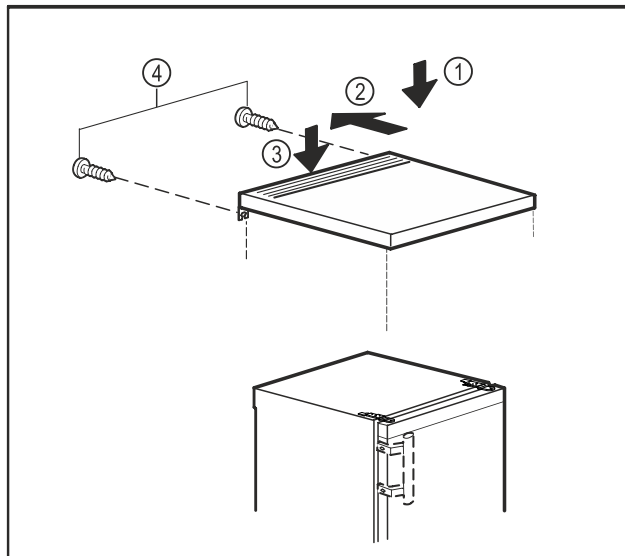

Fig. 11
- Ułożyć płytę stołu na urządzeniu. Fig. 11 (1)
- Przesunąć płytę stołu do tyłu. Fig. 11 (2)
- Docisnąć płytę stołu z tyłu do dołu. Fig. 11 (3)
- Dokręcić śruby na ścianie tylnej. Fig. 11 (4)